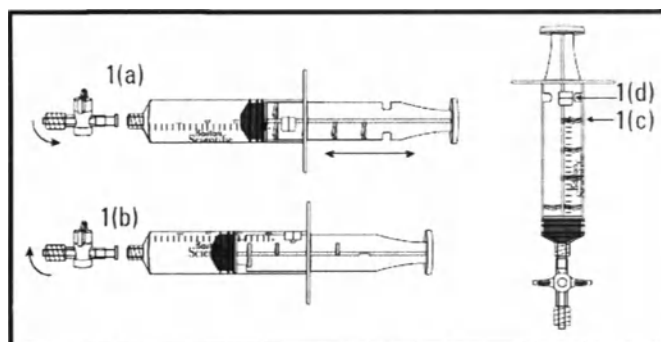

Рисунок 1.
1. Осмотрите запорный кран (рисунок 1(a)). Запорный кран имеет два разъема Люэра для подсоединения иглы и шприца. Воздух может проходить через запорный кран в открытом положении. Запорный кран открыт, когда он установлен параллельно шприцу; он закрыт, когда располагается перпендикулярно шприцу (как показано).
2. Осмотрите шприц (рисунок 1). Цилиндр шприца имеет один стопорный штифт (рисунок 1(d)), а поршень шприца имеет четыре фиксирующих выступа (рисунок 1(c)). Поршень шприца можно перемещать в пределах цилиндра шприца, чтобы зафиксировать и разблокировать шприц. Чтобы зафиксировать шприц, оттягивайте поршень до отметки желаемого объема всасывания (рисунок 1(a)). Поверните поршень по часовой стрелке, так чтобы блокирующий штифт зацепился за фиксирующие выступы на поршне (рисунок 1(b)). Чтобы разблокировать поршень, поверните его против часовой стрелки.